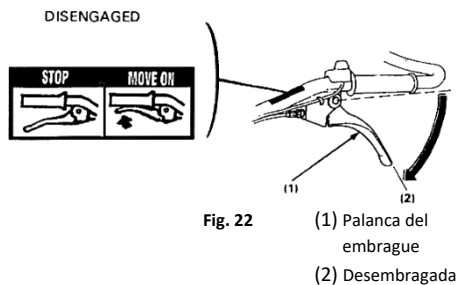

Fig. 22
- 1) Suelte la palanca del embrague hasta la posición DESEMBRAGADA y coloque la palanca de cambios en punto muerto. (Fig. 22)